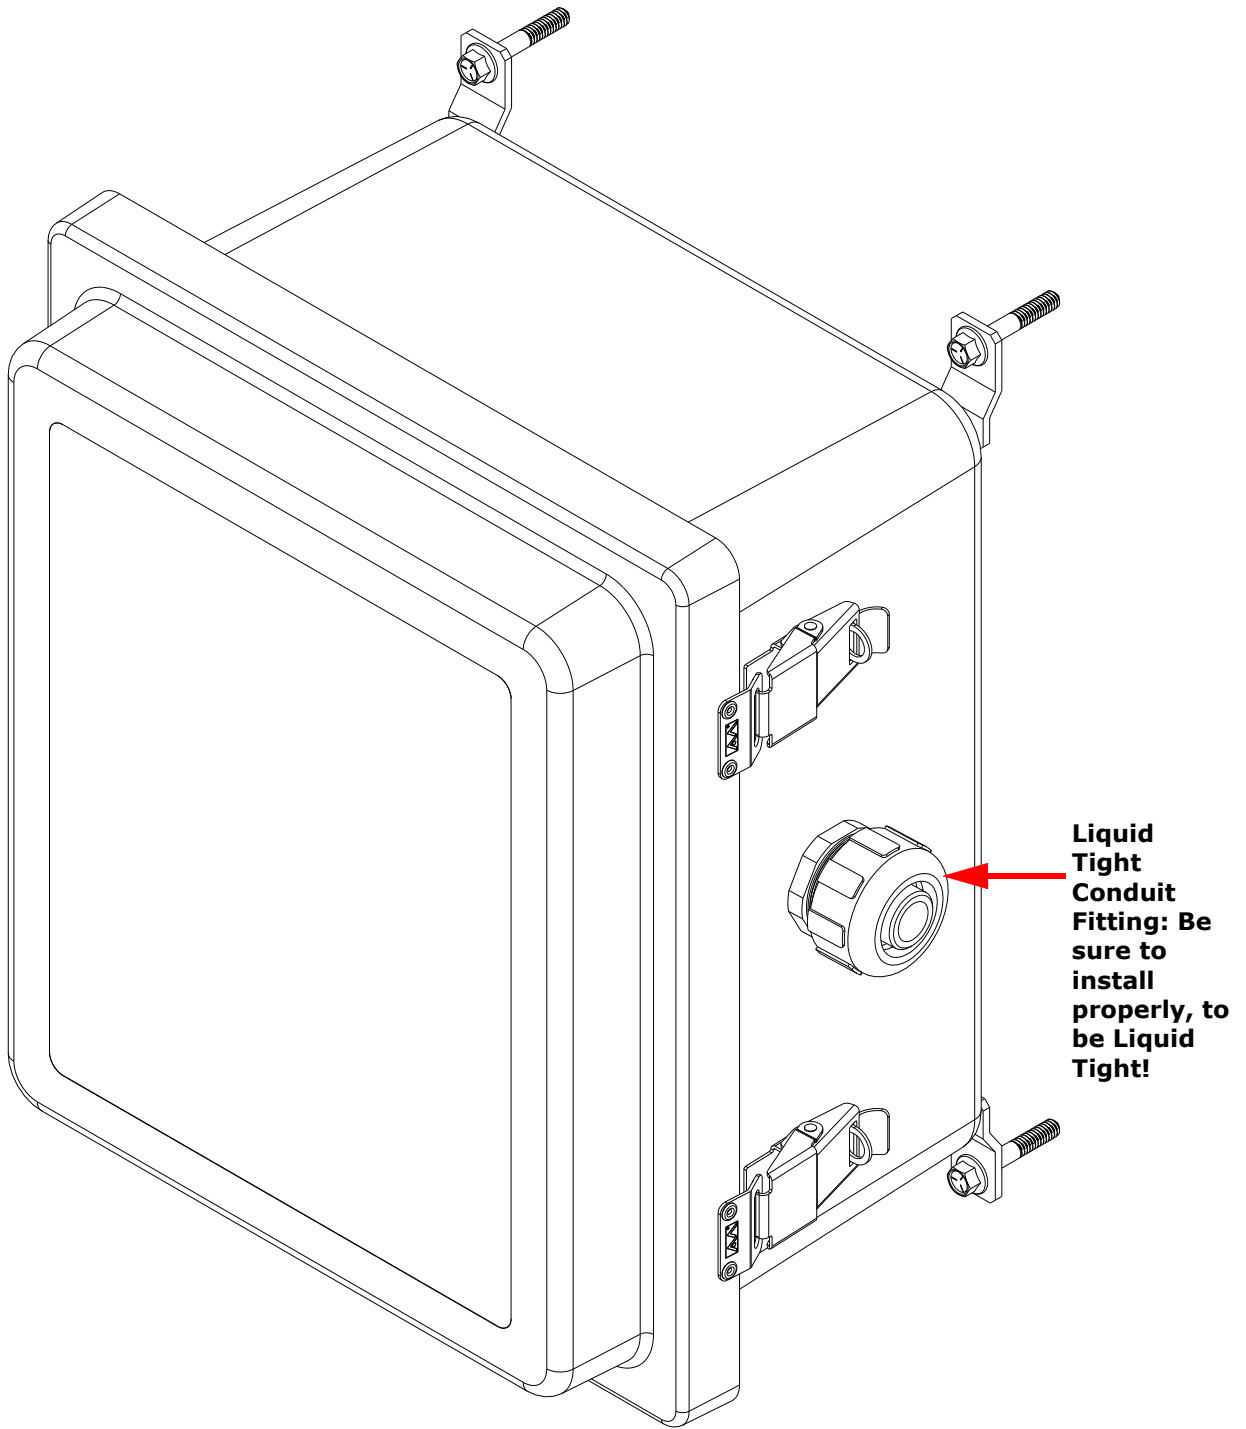

Figure 2.5: NEMA 4X Enclosure with Liquid Tight Fitting (Example)
- For the NEMA 4X Enclosure you must use **ALWAYS** use UL listed, Liquid Tight electrical conduit fittings so that the enclosure remains watertight. See the example in Figure 2.5.
- Pour le boîtier NEMA 4X vous devez utiliser **TOUJOURS** utiliser la certification UL, Liquid Tight raccords de conduits électriques de telle sorte que l'enceinte reste étanche à l'eau. Voir l'exemple de la Figure 2-5.